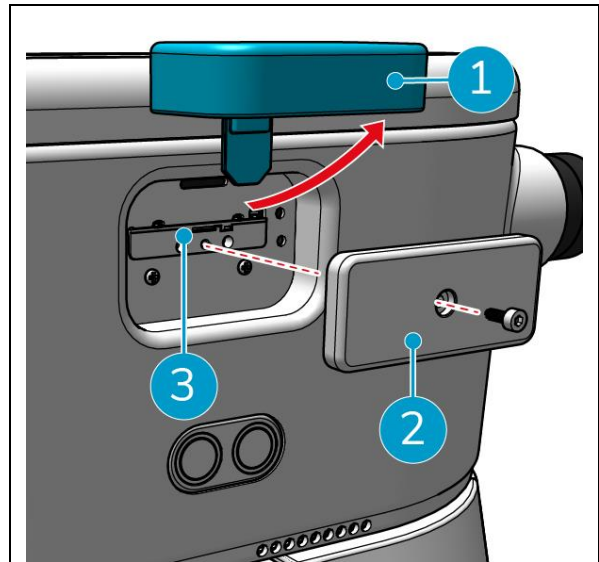

Abbildung 17
1. Öffnen Sie die blaue Gummikappe (Abbildung 17, Pos. 1).
2. Entfernen Sie die Abdeckplatte (Abbildung 17 Pos. 2), mit einem Torx-Schlüssel.
3. Setzen Sie die SIM-Karte in den SIM-Kartensteckplatz ein (Abbildung 17, Pos. 3).